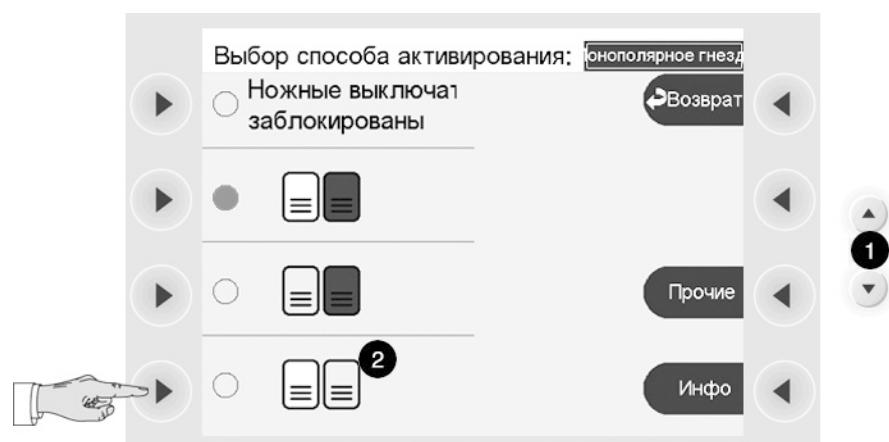
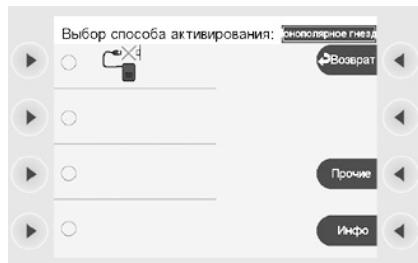

Рис. 4-16
Рис. 4-17
В окне Рис. 4-16 вы видите список возможных способов присвоения ножного выключателя. Пролистайте клавишей Ab (1) также к следующему окну Рис. 4-17. Вы можете также использовать клавишу выбора рядом с пунктом меню далее.